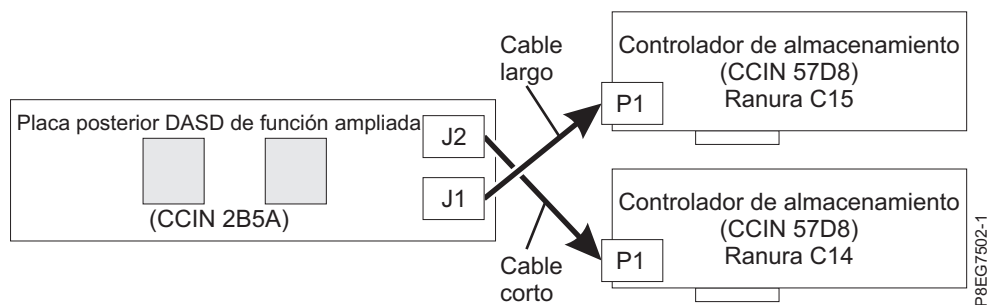

Figura 8. Reconexión del cable SAS en una configuración de función ampliada
- Si dispone de dos adaptadores internos PCIe3 x8 de memoria caché SAS RAID (CCIN 57D8) (función ampliada), el cable SAS corto conecta el conector de la placa posterior de la unidad de disco superior (J2) con el conector P1 del adaptador interno SAS RAID de la ranura P1-C14. El cable SAS largo conecta el conector de la placa posterior de la unidad de disco inferior (J1) al conector P1 del adaptador interno SAS RAID de la ranura P1-C15. Consulte Figura 8 en la página 9.